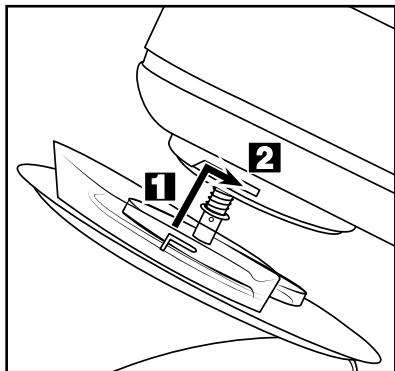

Fig. 1: Montering af låget 9
- Sæt låget 9 nedefra på svingarmen 1, så låsemekanismerne på låget 9 går ind i skinnerne på svingarmen 1 (fig. 1 / 1). Pilen på låget 9 skal pege på symbolet 2 på svingarmen 1:
- For at låse skal du dreje låget 9 i pilens retning 2, så låsemekanismen går i indgreb, og låget 9 sidder fast (fig. 1 / 2).